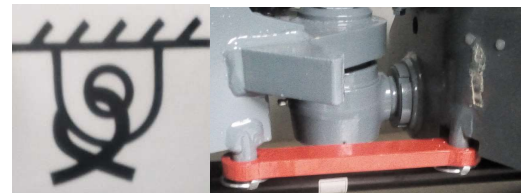

Fig. 2
- Bij het knikmechanisme moeten de twee delen van het toestel vergrendeld worden. (fig 2)